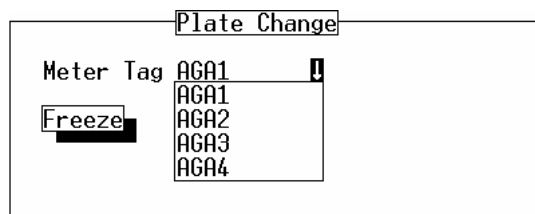
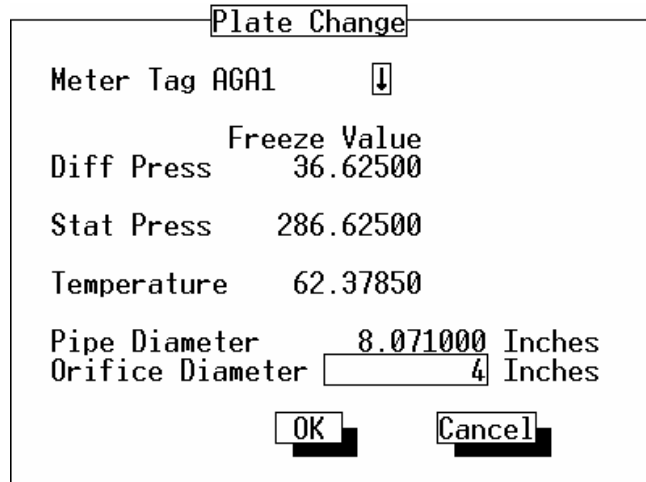

Figura 3-2 Congelamento de Mudança de placa
Figura 3-3 Mudança de Placa de medidor sob condições de fluxo.
3. Use a tela mostrada na figura 3.2 para selecionar a Fita de Medida para a medição que você está mudando. Continue para o passo 4. Unidades FloBoss Série 500 não requerem esse passo e procedem diretamente para a tela mostrada na figura 3-3 no passo 5.
Outra caixa de diálogo aparece para dar entrada no tamanho exato do orifício. Observe figura 3-3.
Todos os valores I/O são mantidos no modo manual no valor atual. Os valores retornam ao seu estado ativo após selecionar OK na tela de diálogo de Mudança de Placa. Observe a figura 3-3.